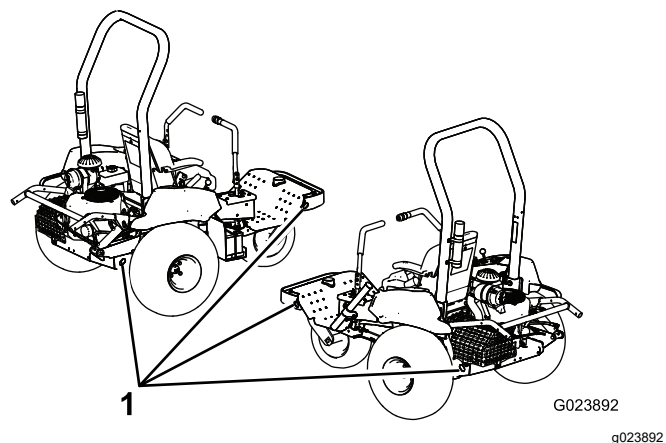

Figure 25
5. Servez-vous des points d'attache de la machine (Figure 25) pour l'arrimer solidement sur le véhicule de transport avec des sangles, des chaînes, des câbles ou des cordes.